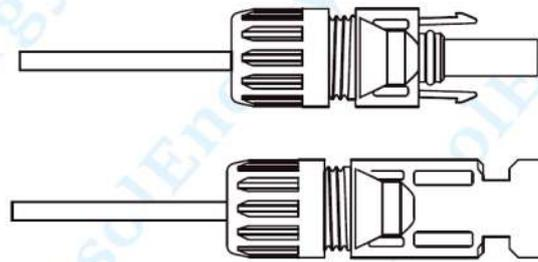

Рис. 3.5 Ро'єм із накидною гайкою
3. Обтискніть клеми. (як показано на рис. 3.5)